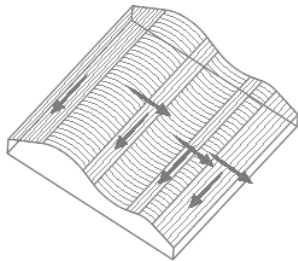

图 3.5.18 刀具轨迹
Step5. 单击  按钮，在铣削曲面上显示图 3.5.18 所示的刀具轨迹，确认刀具轨迹后，单击  按钮。